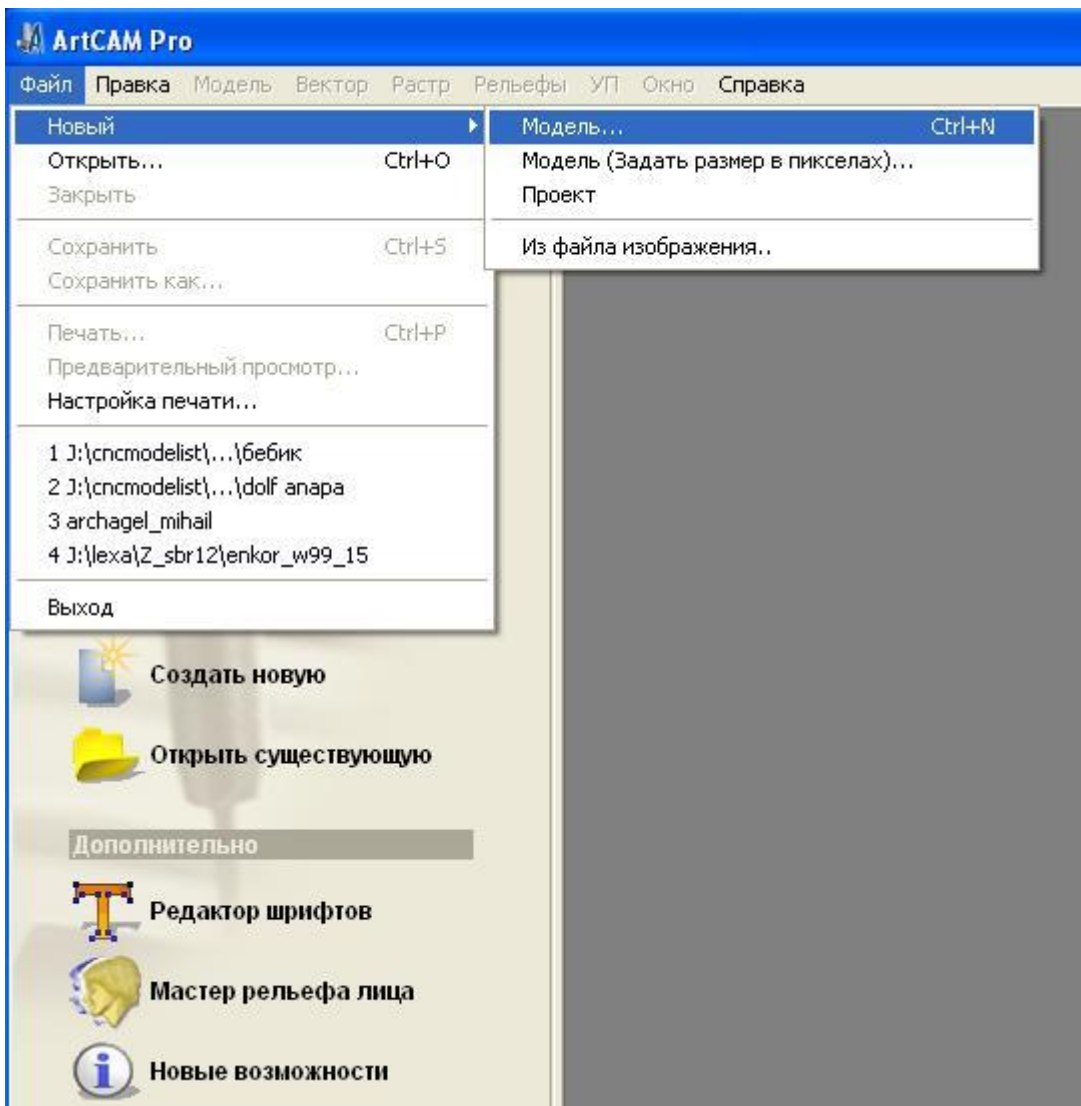

Рисунок 1
1. Запускаем программу ArtCAM, в меню выбираем Файл -> Новый -> Модель... (клавиши быстрого вызова для Ctrl+N) , рисунок 1.